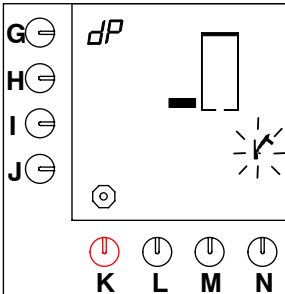

Fig. 24 Primer nivel del programa de descalcificación del sistema de agua caliente
- El bloque del primer nivel aparece en el display y aparece intermitentemente el símbolo del martillo, vea fig. 24 .